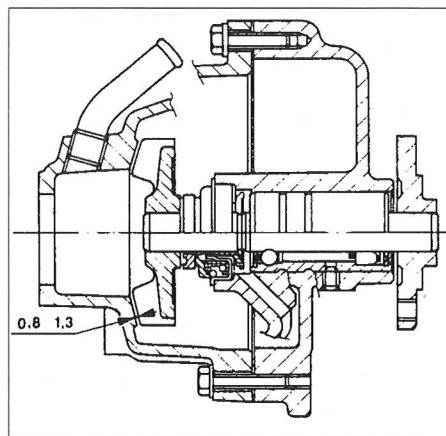

Fig. 27
- Verificar a folga entre as pás da turbina e o corpo da bomba (Fig. 27).